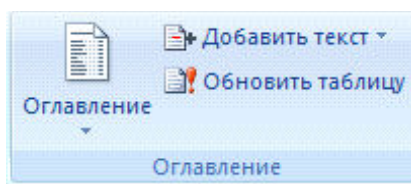

Рисунок 2 – Раздел Оглавление
2) В меню **Ссылки** выберите пункт **Оглавление**– рисунок 2.